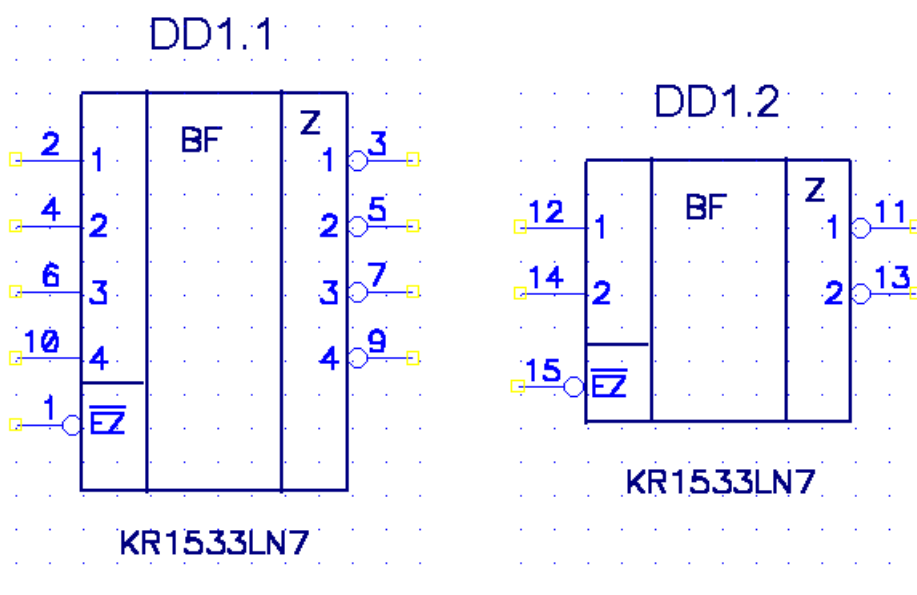

Рис. 8-32. Неоднородные секции
1) Используя мастер символов, создайте в редакторе символов символы отдельных секции (см. рис. 8-32 и п. 8.3.3). Чтобы иметь возможность разделить секции на вертикальные блоки, ширину символа установите равной 20 мм. В графе Default Pin Designator указывайте номера выводов в соответствии с рис. 8-32. Первую секцию сохраните в библиотеке «Моя библиотека.lib» с именем KR1533LN7\_1, вторую - KR1533LN7\_2.
7) Запустите Редактор схем и разместите на рабочем поле первую и вторую секции созданного компонента (см. рис. 8-32).